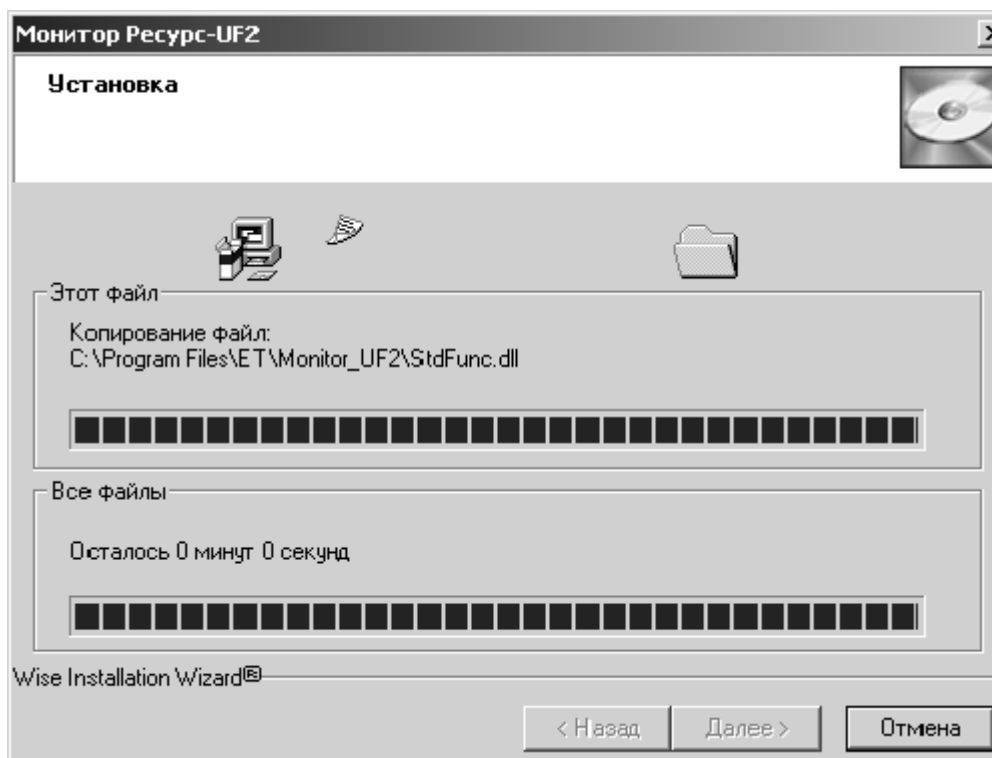

Рисунок 3.5 Диалог «Установка»
3.4.5 Окно «Установка» сообщает о ходе выполнения операции копирования файлов (рисунок 3.5). Пользователь имеет возможность прервать установку, нажав кнопку «Отмена».